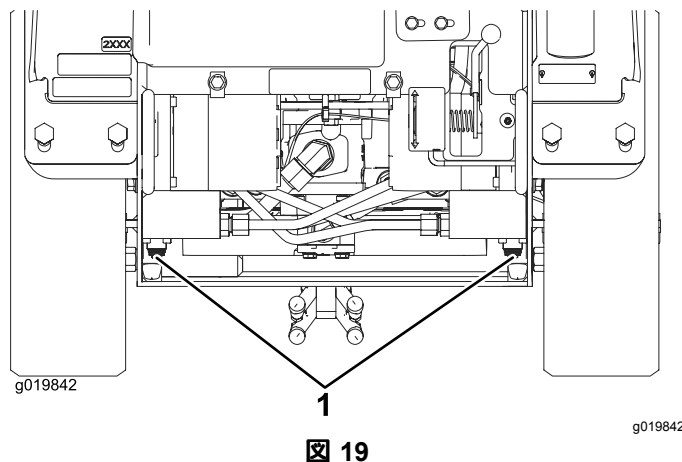

図 19
4. レンチを使って、油圧ポンプについている牽引バルブを左に 2 回転させる 図 19。